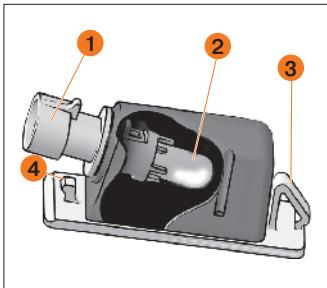

Рис. 82. Фонарь освещения номерного знака
Для замены лампы в **фонаре освещения номерного знака** снимите его с автомобиля. В посадочном гнезде фонарь удерживается пружинной защелкой 3 и фиксатором 4 (рис. 82).
- воздействуя с левой стороны фонаря, например, лезвием ключа выключателя зажигания, аккуратно сдвиньте его вправо и выведите фиксатор 4 из зацепления (рис. 82);
- воздействуя на пружинную защелку 3 с правой стороны фонаря лезвием ключа, аккуратно сдвиньте его влево и выведите фонарь из посадочного места (рис. 82);
- повернув патрон 1 (рис. 82) против часовой стрелки, выньте его в сборе с лампой из корпуса фонаря и извлеките лампу 2 (рис. 82), потянув ее на себя.